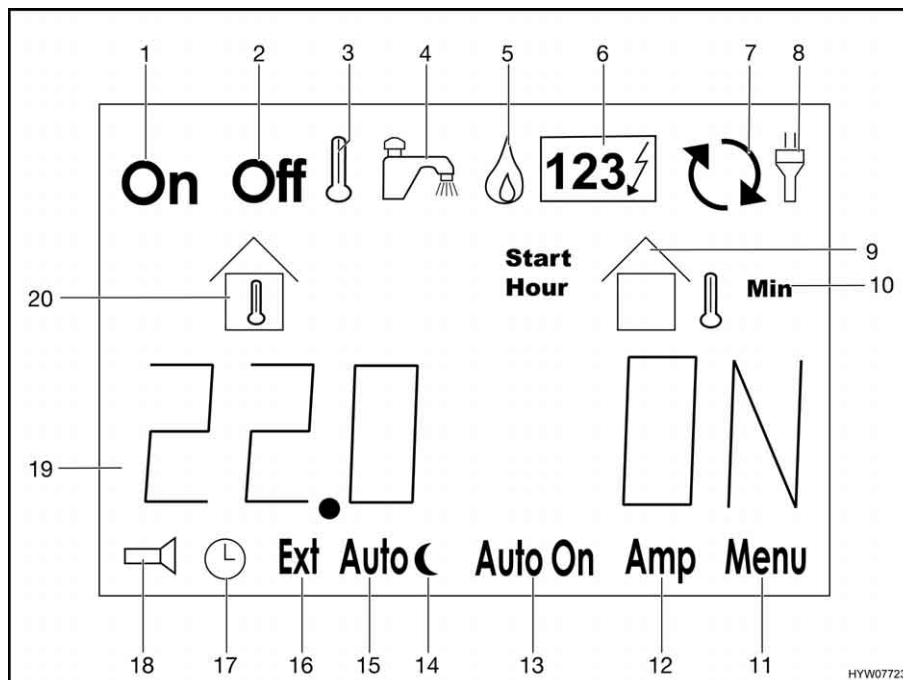

Fig. 93 Indicazioni sul display LCD
Nella riga informativa (Fig. 93,19) vengono indicati in forma testuale dati sulle temperature, tempi e stati di funzionamento oltre che alle segnalazioni di errore.
- Premere il tasto "▷" (Fig. 92,4) finché il simbolo "🔥" (Fig. 93,5) lampeggia.
- Premere il tasto "▷" (Fig. 92,4) finché il simbolo "1234" (Fig. 93,6) lampeggia.
- Premere il tasto "▷" (Fig. 92,4). Il simbolo "Off" (Fig. 93,2) lampeggia.
- Premere il tasto "+/On" (Fig. 92,3). Il simbolo "On" (Fig. 93,1) lampeggia. Il riscaldamento si avvia automaticamente.
- Premere il tasto "▷" (Fig. 92,4). Il simbolo "On" (Fig. 93,1) lampeggia.
- Premere il tasto "-/Off" (Fig. 92,5). Il simbolo "Off" (Fig. 93,2) lampeggia. Il riscaldamento si spegne.